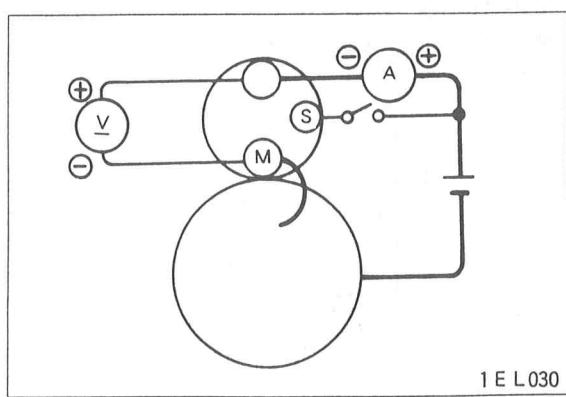

図3 接点間の電圧降下テスト
- B-M接点間の電圧降下を測定するときは、図3のような結線で行う。